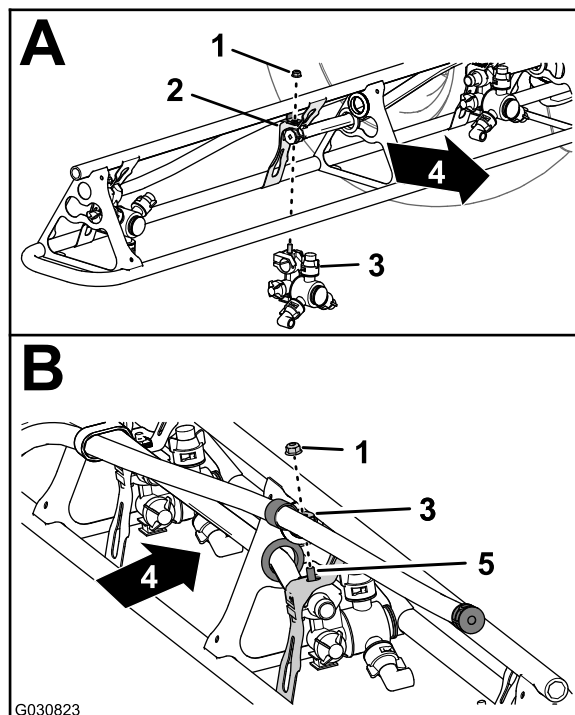

Рисунок 78
- В положениях сопел 1 и 4 установите распылительное сопло на крепление сопла (вид А на Рисунок 78) при помощи фланцевой контргайки (5/16 дюйма), снятой при выполнении пункта 2 раздела 12 Демонтаж шлангов распылительных
- В положениях сопел 2 и 3 установите распылительное сопло на крепление сопла (вид А и В на Рисунок 78) при помощи фланцевой контргайки (5/16 дюйма), снятой при выполнении пункта 2 раздела 12 Демонтаж шлангов распылительных сопел в системе с тремя секциями (страница 35).